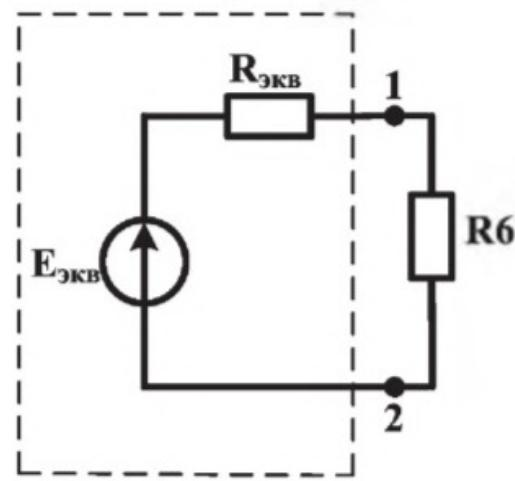

Рис. 14
6. Используя источник с регулируемой ЭДС E_2 и блок переменного сопротивления R_4 , установить параметры эквивалентного генератора, определенные в п. 4.2 и п. 4.3, и собрать цепь рис. 14.
1. Используя параметры эквивалентных источников напряжения, определенные в п.4 и п.5 экспериментальной части, вычислить ток в резисторе R_6 цепи рис. 14 для двух случаев (включены резисторы R_1 или R_9). Сравнить расчетные значения тока в резисторе R_6 со значениями, вычисленными по экспериментальным данным п.2 и п.3. Сделать заключение о влиянии величины сопротивления резистора между узлами 3 и 4 на параметры эквивалентного источника напряжения.